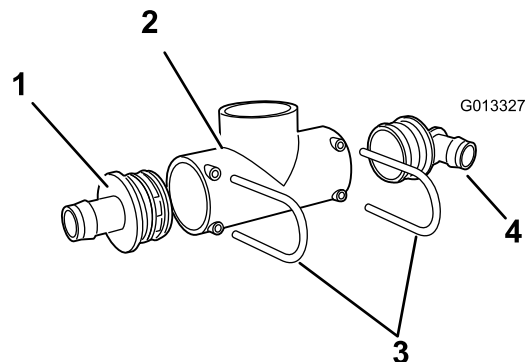
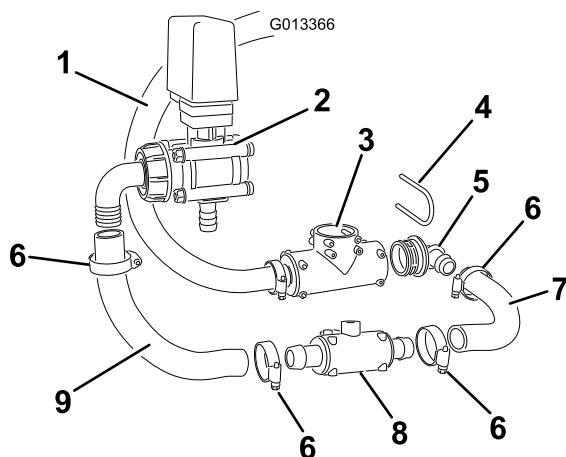

Figure 16
Figure 20
3. Montez un raccord cannelé droit S67 dans le côté ouvert gauche du raccord en T (Figure 16). Fixez-le avec la fixation retirée précédemment.
11. Insérez un raccord à 90° S67 dans le côté droit du raccord en T S67 (qui était la conduite d'alimentation de la rampe) (Figure 20 ou Figure 16). Avec un premier morceau de 28 cm du flexible court, appliquez du savon liquide au raccord et au flexible. Engagez complètement le flexible sur le raccord. Glissez le collier sur les cannelures et serrez-le pour fixer le flexible en place.
12. Avec le second morceau de 28 cm du flexible court, appliquez du savon liquide au flexible et au raccord (Figure 20). Engagez-le à fond sur la vanne d'agitation. Fixez le flexible avec le collier.
13. Glissez des colliers aux deux bouts du flexible court branché. Avec le raccord en T, branchez les deux flexibles en glissant chaque extrémité sur les raccords cannelés S53 (Figure 20). Fixez les flexibles avec les colliers.